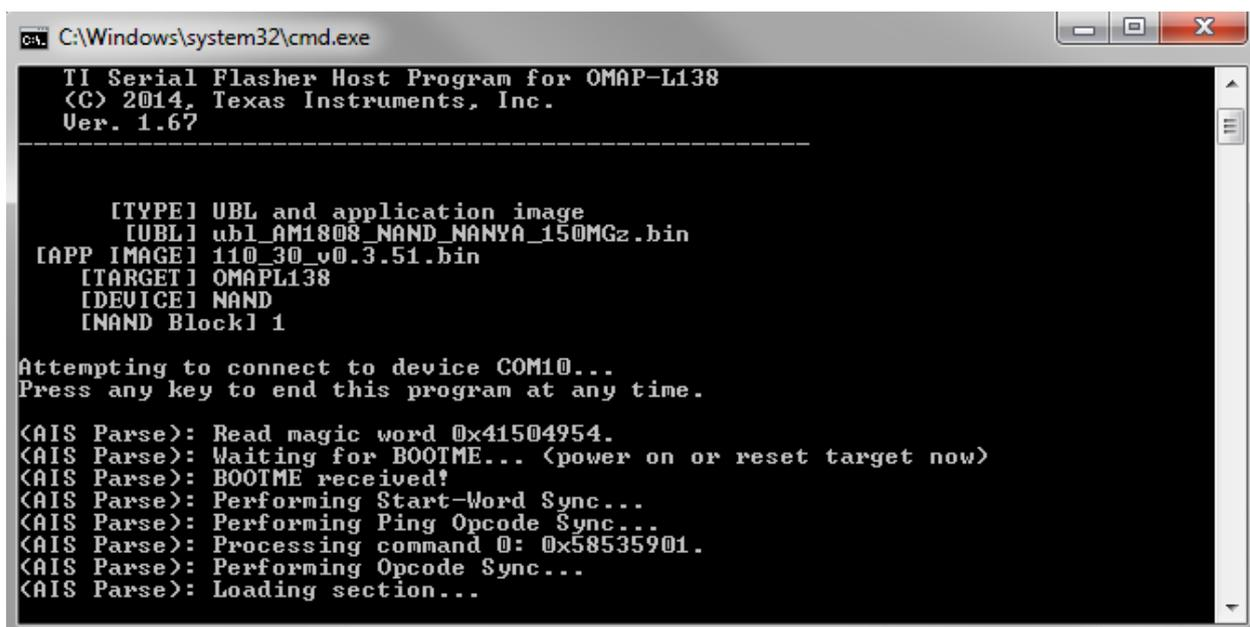

Рисунок 8. Процесс обновление прошивки.
6. Сохранить файл. После этого запустить bat -файл и подать питание на ПЛК. Обновление прошивки запустится автоматически (рисунок 8).